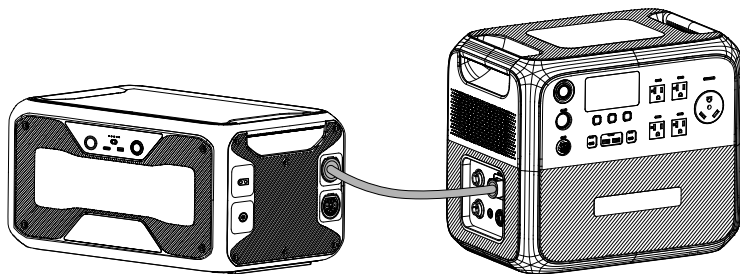

図10-2 AC200L + 1台B300 接続
(3)AC200L と 2 台の B300 の接続図を図10-2に示します。